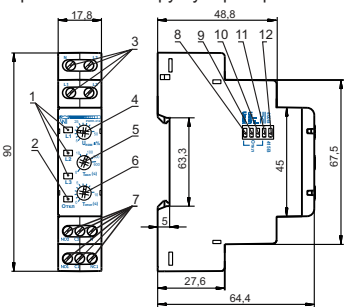

Рисунок 1
2) Регулятором **Уном** $\pm\%$ (поз.4 рис. 1) установите необходимый порог срабатывания по максимальному и минимальному напряжению в процентах от номинального напряжения питания сети.
3) Регулятором **Тоткл (с)** (поз.6 рис. 1) установите время срабатывания защиты.
4) Регулятором $T_{вкл}$ (с) (поз.5 рис. 1) установите время АПВ.
5) Переключателями срабатывания защиты (поз. 8 – 11 рис. 1) включите необходимые защиты.
6) Переключателем 400 В / 415 В (поз. 12 рис. 1) установите тип используемой сети.
Если Вы планируете использовать изделие в режиме «Контроль максимального напряжения» (разд. «Работа изделия»), разрыв питания катушки КМ необходимо подключить к клеммам **C1-NC1 (C2-NC2)** (обратная логика включения). Переключатель **Umax** (поз. 8 рис. 1) переместите в положение «Включение», а переключатели Ξ , $\mathbf{H}$, **Umin** – в положение «Откл».